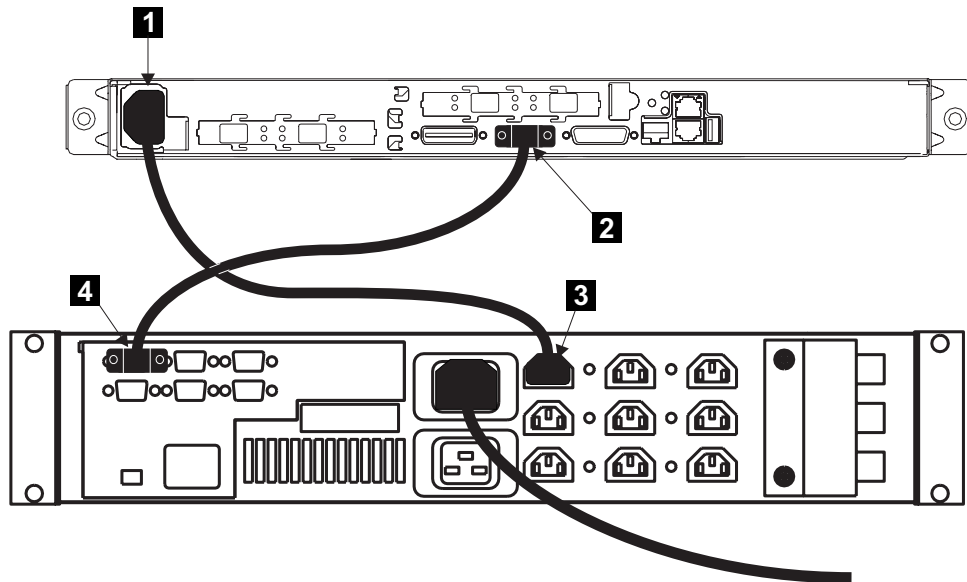

図 40. SAN ボリューム・コントローラー 2145-4F2 の電源ケーブルを 2145 UPS に接続します。
1. SAN ボリューム・コントローラー 2145-4F2 の背面の電源コネクタ **1** に電源ケーブルを差し込みます。76 ページの図 40 を参照してください。